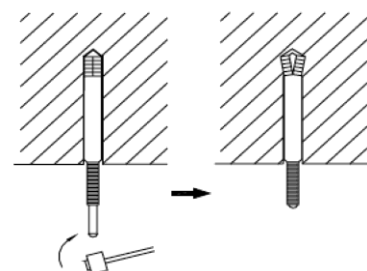

Abb. 7
3. Stecken Sie die Ankerschrauben in die Bohrungen und schlagen Sie die Stifte mit einem Hammer in die Schrauben ein. (Abb. 7)